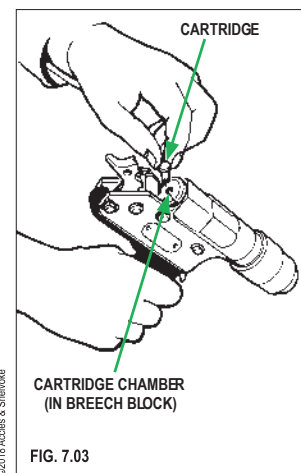

FIG. 7.03
- 2.1 Coja un único cartucho e introdúzcalo en la cámara poniendo primero el extremo encrespado, tal como se muestra en la fig. 7.03